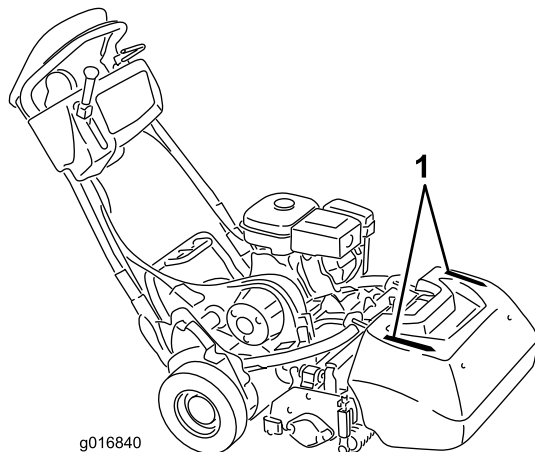

Figure 25
- Pour vous aider à travailler en ligne droite en travers du green et à maintenir la machine à égale distance du bord de la passe précédente, servez-vous des bandes d'alignement sur le dessus du bac à herbe (Figure 25).